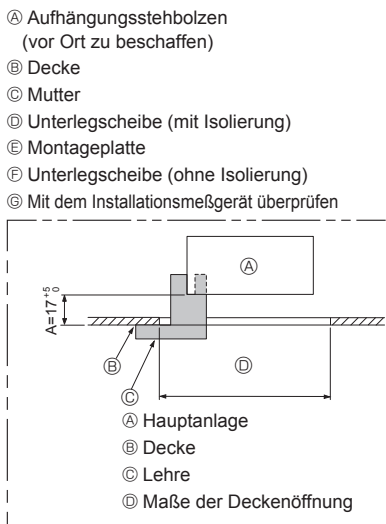

Fig. 3-7
- Darauf achten, daß Schritt A innerhalb von 17-22 mm ausgeführt wird. Nichtbeachtung dieses Bereichs kann Schäden nach sich ziehen. (Fig. 3-7)